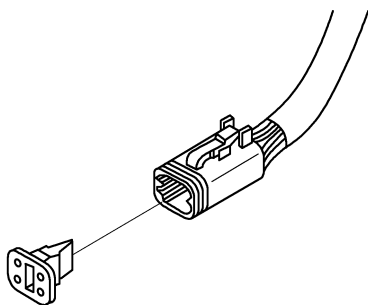
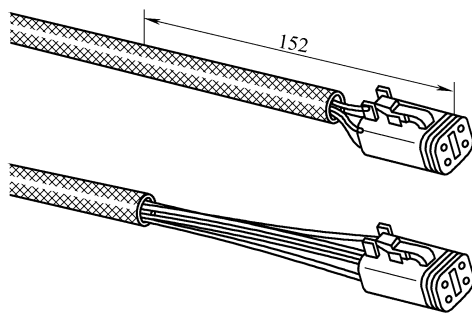

图 6-58 Deutsch DTM 和 DTP 插头
图 6-59 测量 152mm，剪去导线外皮
(1) 触针更换 Deutsch DTM 和 DTP 插头如图 6-58 所示。插头触针不能维修或更换，插头必须整体更换。
(2) 插头更换
① 从插头正面向后测量 152mm，并剪去导线外皮，如图 6-59 所示。